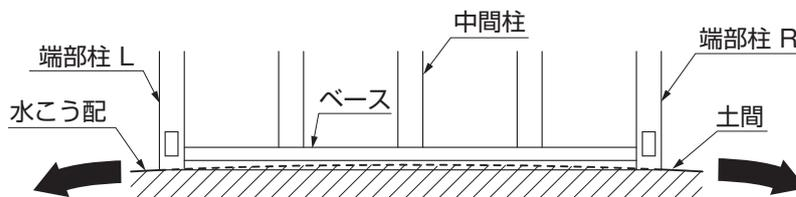

図6-26
- ベース材の中心から端部柱の方向へ、土間の水こう配をとってください。(図6-26参照)